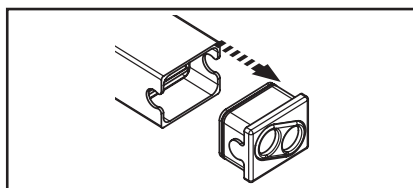

fig.2 Capuchon de fermeture du conteneur
2. Ouvrez le boîtier en retirant le couvercle (fig. 2).